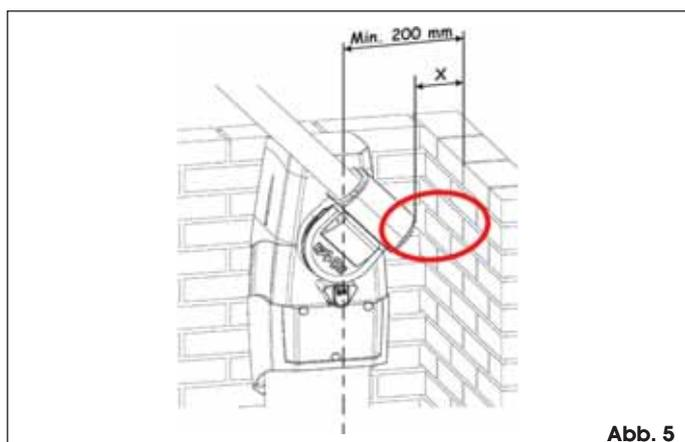

Abb. 5
- Sicherstellen, dass die Mindestabstände (siehe Abb. 5) eingehalten sind.
⚠ Wenn das Maß „X“ (siehe Abb. 5) unter 500 mm liegt, MUSS der in der Abbildung markierte Bereich mit einer Schutzvorrichtung nach UNI EN 12978 abgesichert werden